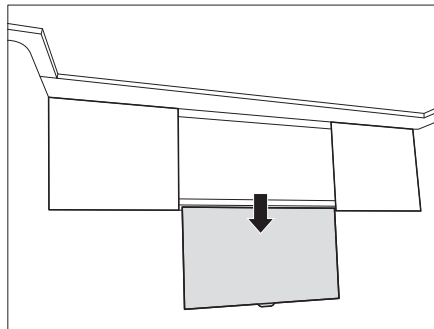

Bild 129 Platt bildskärm i nedre läge
- Dra ner den platta bildskärmen i handtaget (Bild 129).